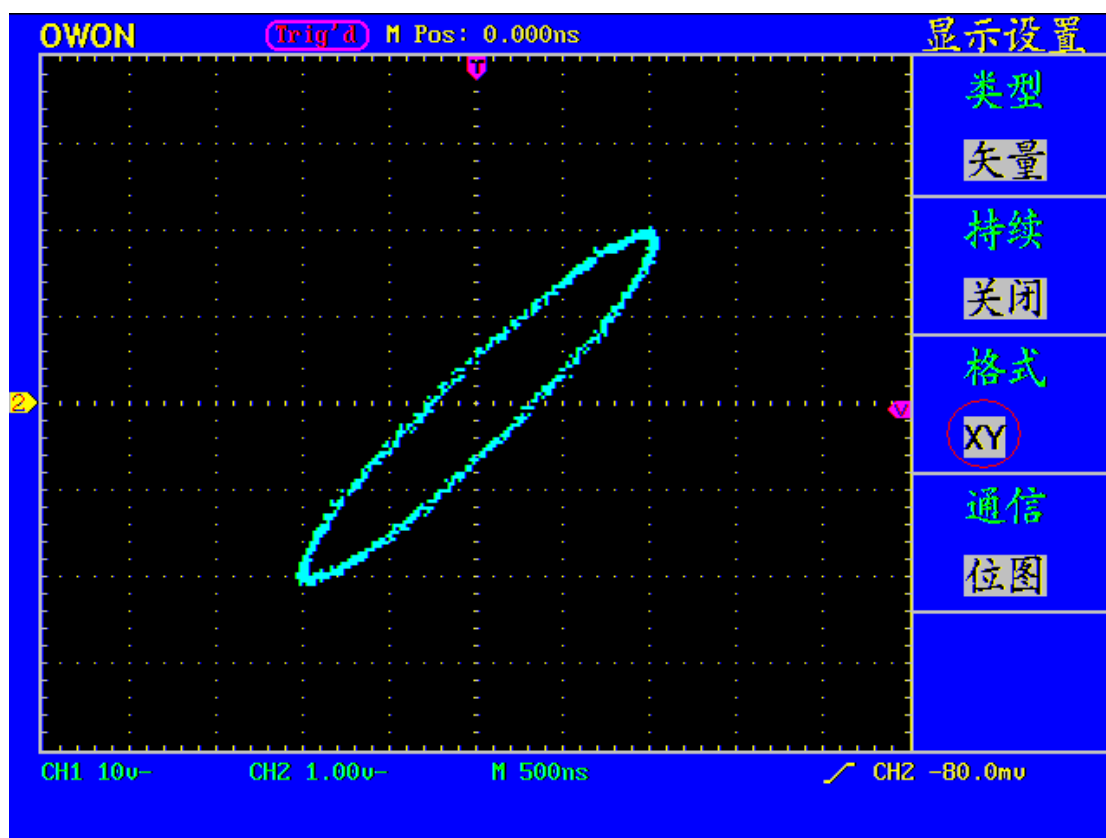

图41: XY显示模式
- 2、按 **F3** 菜单选择键，选择格式为 **XY**。显示方式改变为XY模式，见图41: